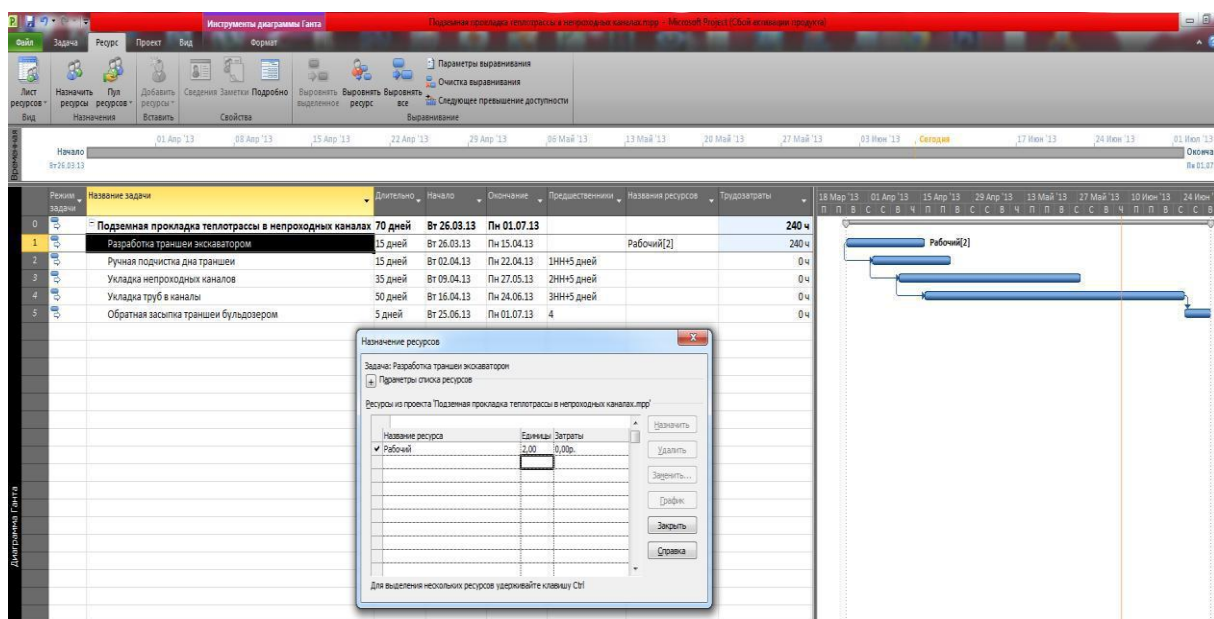

Рис. 23 Результаты назначения ресурса для задачи «Разработка траншеи экскаватором»
8) После выполнения всех вышеперечисленных действий должен получиться следующий результат (рис. 23). Теперь введенное количество